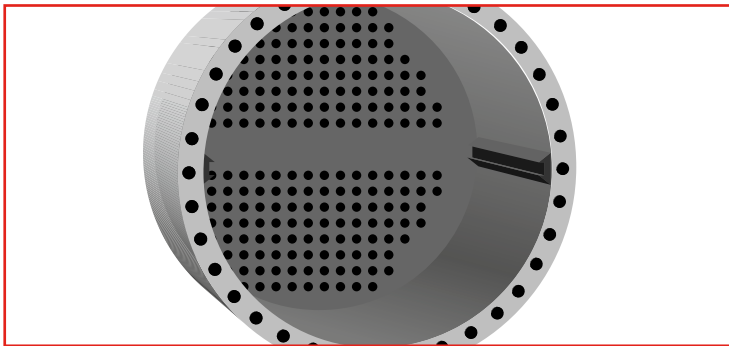

Figura 34. Aplique dos capas de epóxico en la placa tubos.
**3 Aplique** LOCTITE Brushable Ceramic en dos capas. Después de la primera capa, espere 1-3 horas y recubra de nuevo. Las dos capas ayudaran a llenar cualquier cavidad que se haya omitido después de la primera capa. (Vea la figura 34).